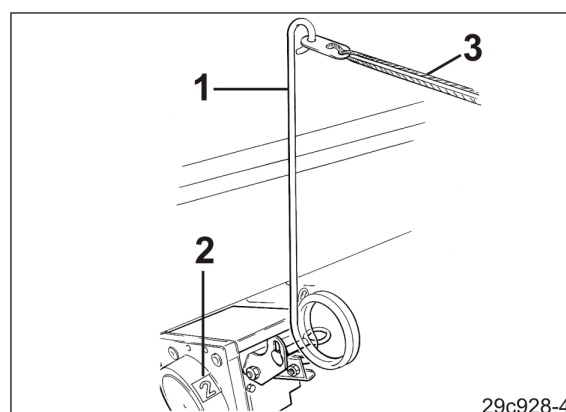

Fig. 207
3. Reglați contorul cărărilor tehnologice nemijlocit înainte de începerea lucrului prin tragerea de maneta de operare (Fig. 207/1). Contorul actual al cărărilor tehnologice este afișat în fereastra (Fig. 207/2) a cutiei de comutare. Acționați maneta de comandă numai prin intermediul cablului (Fig. 207/3) în cabina tractorului.